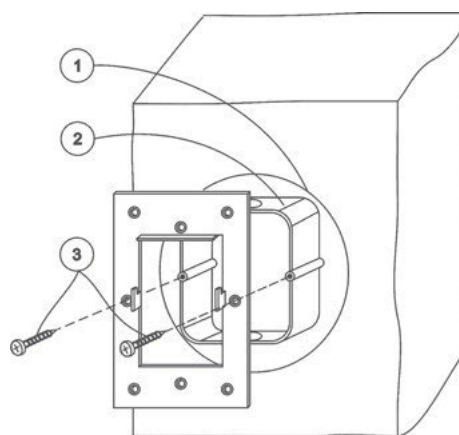

Рис.6
- В подготовленное место установить монтажную коробку (из комплекта изделия). Коробку зафиксировать на стене саморезами через отверстия в дне коробки при помощи дюбелей, либо с помощью раствора (гипсовая, песчано-цементная смесь и пр.) (см. рис.6).
- На установленную монтажную коробку саморезами (в комплекте) закрепить монтажную металлическую рамку (из комплекта изделия). Выступы, находящиеся в центральной части рамки, фиксирующие панель управления на стене должны быть ориентированы на себя, зубцами вверх. (см. рис.6).
- Выбрать удобное место установки панели на поверхности. Разметить место установки при помощи шаблона из комплекта (см. рис.6).
- Подобрать подходящий инструмент для обработки материала поверхности, на которую будет установлена панель (пользуйтесь шаблоном для установки). Инструментом выбрать прямоугольное отверстие в материале (размер см. рис.6).